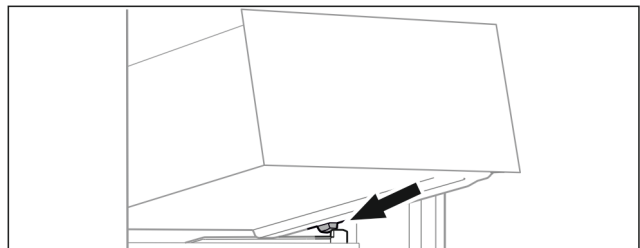

Fig. 15
- ▶ Встановити висувний ящик за стопорами на ребро для резервуару навскоси. (див. Fig. 15)